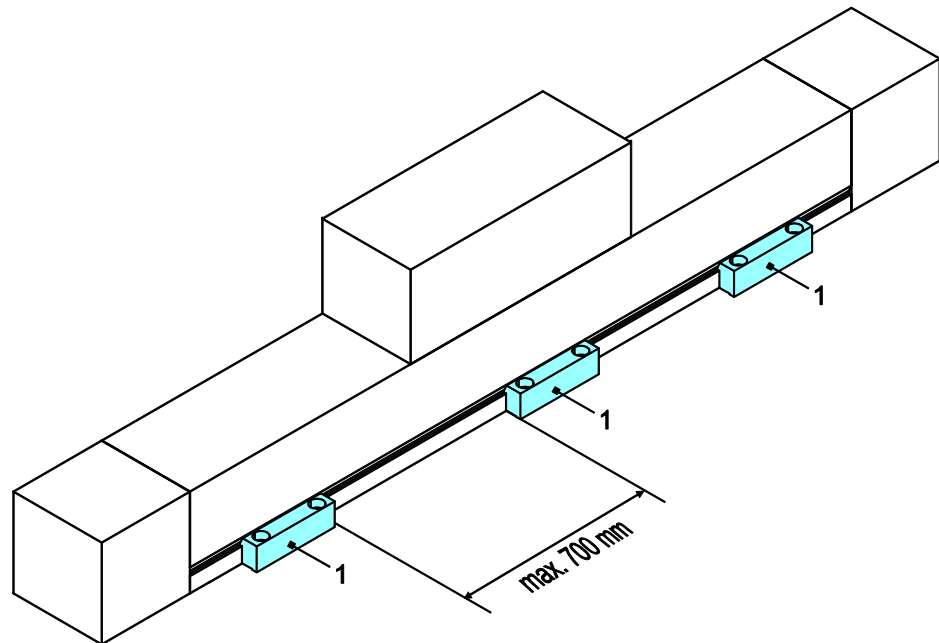

Figure 4: Pattes de fixation (1)
1. Fixer les pattes de fixation (1) en position sans serrer (Figure 4).
3. Serrer les pattes de fixation (1) (couples de serrage, voir le chapitre 3).